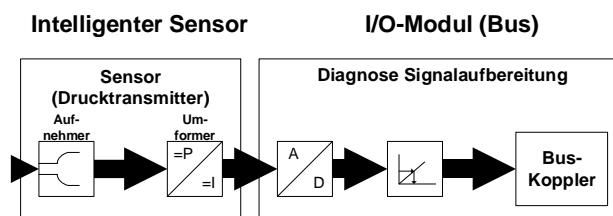

Bild 21.2: Wandlung von Sensordaten zur Einbindung in ein mechatronisches System
- b) Bild 21.2 zeigt die Einbindung von Sensordaten in ein mechatronisches System. Ein zentraler Bestandteil ist dabei die Wandlung der physischen Prozessgröße im Sensor und die Wandlung des analogen Sensorsignals in ein digitales Signal, das an den Bus angebunden werden kann.